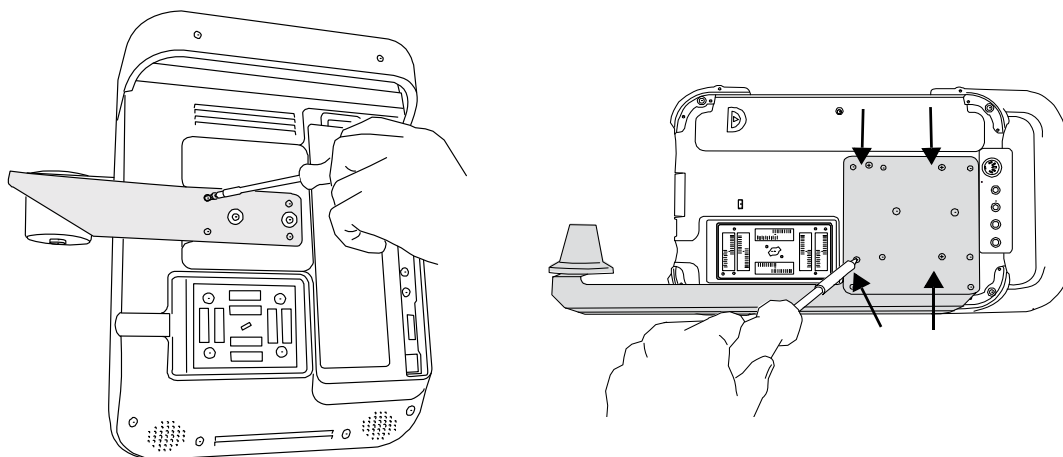

Figura 2 Aperte os parafusos no suporte do transdutor: S Series (na esquerda) e NanoMaxx (na direita)
- 2 Use uma chave Phillips para apertar os quatro parafusos. Consulte Figura 2.
- ❖ Use uma chave Phillips para afrouxar os quatro parafusos na parte de trás do suporte do transdutor. Consulte Figura 2.